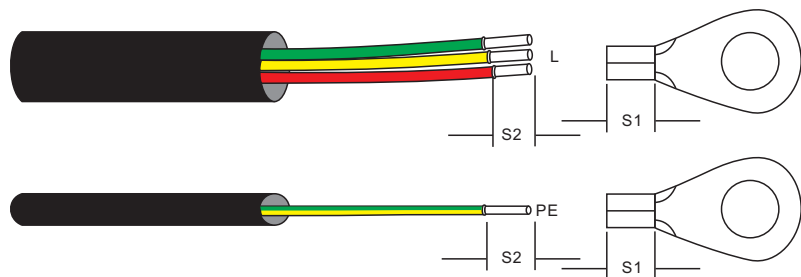

图3.19 剥开交流线缆
2. 将交流线缆绝缘护套的末端剥去约300mm, 然后剥去每根导线的末端 (参见图3.19)